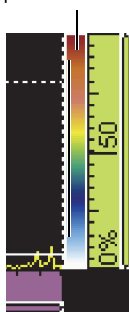

Рис. 6-16 Палитра справа от экрана А-скан
1. Щелкните и удерживайте указатель на цветовой палитре амплитуды (см. Рис. 6-16 на стр. 199), затем выберите **Загруз.**
Цветовая палитра отображается справа от экрана А-скан (см. Рис. 6-16 на стр. 199).